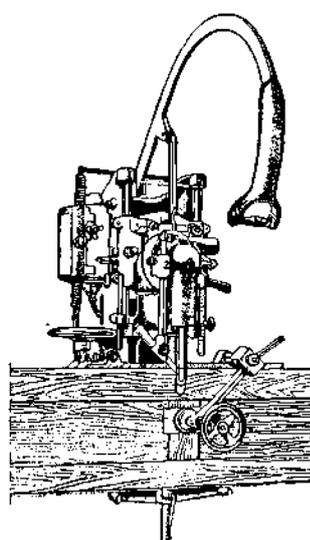

Fig. 86
*Furadeira vertical de corrente.* — Fura com rapidez e perfeição pelos seus elos cortantes que nem navalhas (Fig.86)